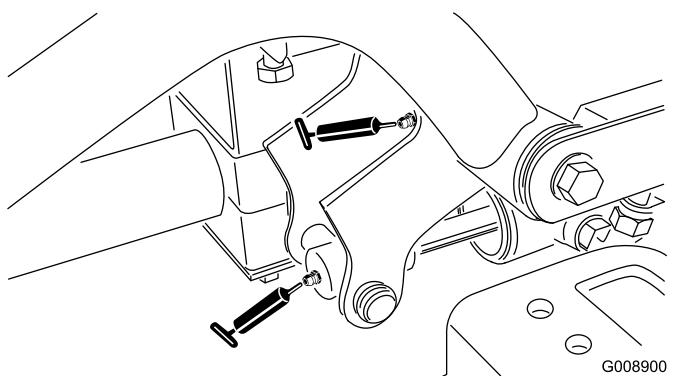

Figura 43
- Pivote y cilindro de elevación del brazo de elevación delantero derecho (2) (Figura 43)